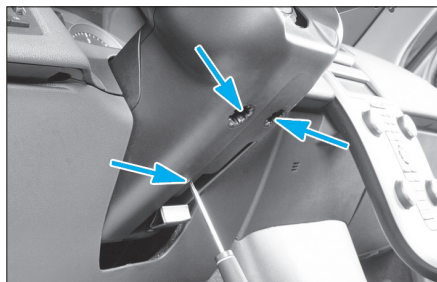

FIG. 2
- Déposer les 3 vis de la garniture inférieure de colonne de direction (Fig.2).